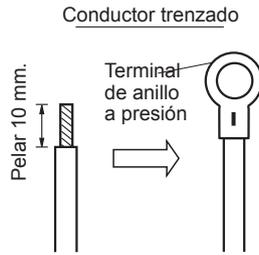
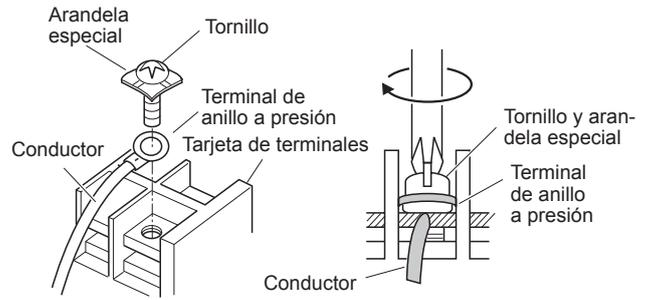

Fig. 1-1
Fig. 1-2
- (1) Cortar el extremo del cable con alicates de corte, eliminar el aislamiento unos 10 mm. para exponer el cable, y retorcer y compactar el extremo del cable. Fig. 1-1
- (2) Utilizando un destornillador Phillips, extraer los tornillos en la placa de terminales.
- (3) Asegurar un terminal de anillo en el extremo de cada cable pelado usando alicates prensaterminales.
- (4) Insertar el tornillo en el anillo y colocarlo y apretarlo fuertemente en el terminal de la placa utilizando un destornillador. (Fig. 1-2)